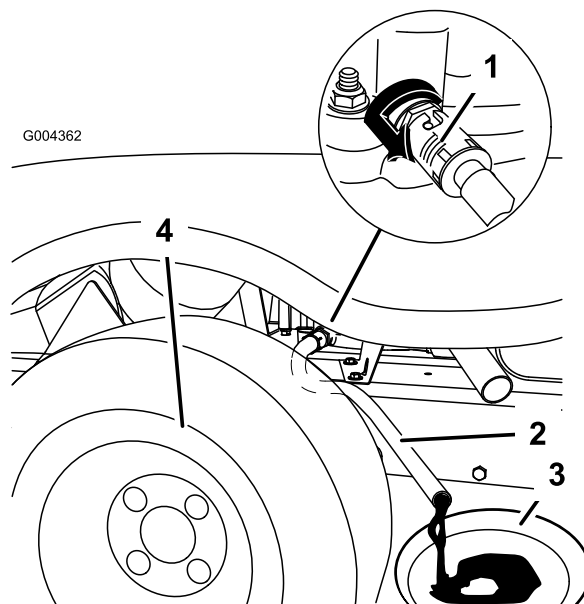

Figura 35
6. Coloque un recipiente debajo del tubo de vaciado. Abra la válvula de vaciado para que se drene el aceite (Figura 35).
8. Retire el tubo de vaciado (Figura 35).